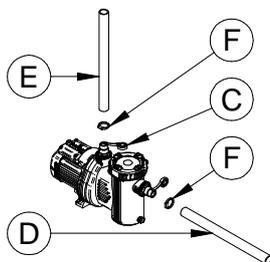

Fig. 24
- Realizar algunas vueltas del teflón suministrado con el equipamiento alrededor de los portagoma (Fig. 24, # C; *componentes hidráulicos*) para garantizar la estanqueidad del tubo (*componentes hidráulicos*) en el portagoma.
- Conectar el tubo (*componente hidráulico*) de *aspiración* al portagoma IN (Fig. 24, # D) y el tubo de *impulsión* al portagoma OUT (Fig. 24, # E). Asegurar los tubos (*componente hidráulico*) con abrazaderas (Fig. 24, # F).